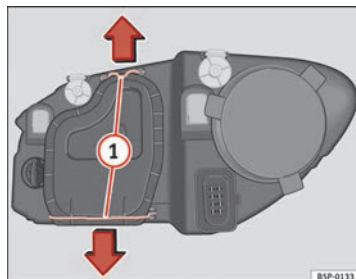

Fig. 183 Feux de croisement
- Déplacez les tirants ⇒ fig. 183 ① dans le sens de la flèche puis retirez le cache.